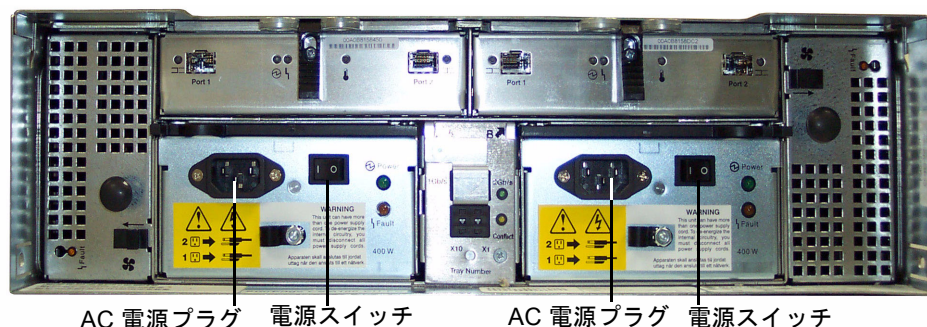

図 2-21 拡張格納装置の背面パネル
2. 電源スイッチがオフの位置にあることを確認してから、両方の AC 電源ケーブルを各拡張格納装置の背面に接続します (図 2-21 を参照)。